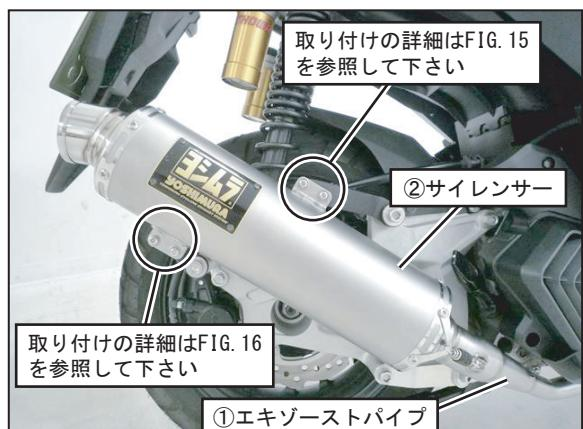

FIG. 14
11. 車両に⑧キャップボルトM10×50P1.25を使用して④サイレンサーステー#1を仮締めして下さい。次に、⑨キャップボルトM10×80P1.25、⑬平ワッシャM10×22、⑯スペーサーカラー10-24-46を使用して⑤サイレンサーステー#2を仮締めして下さい。(FIG. 14, 15, 16参照)